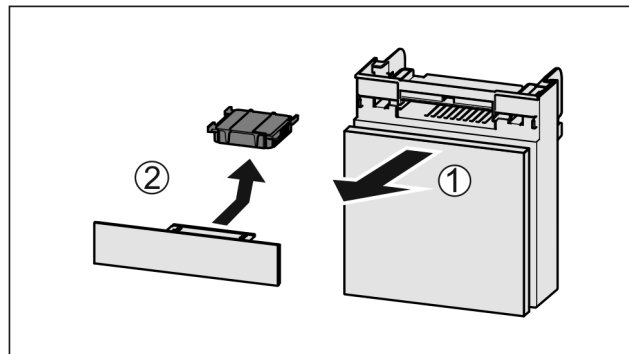

Fig. 144
- ▶ Zásuvku vytáhněte dopředu Fig. 144 (1).
- ▶ Filtr s aktivním uhlím vyjměte Fig. 144 (2).